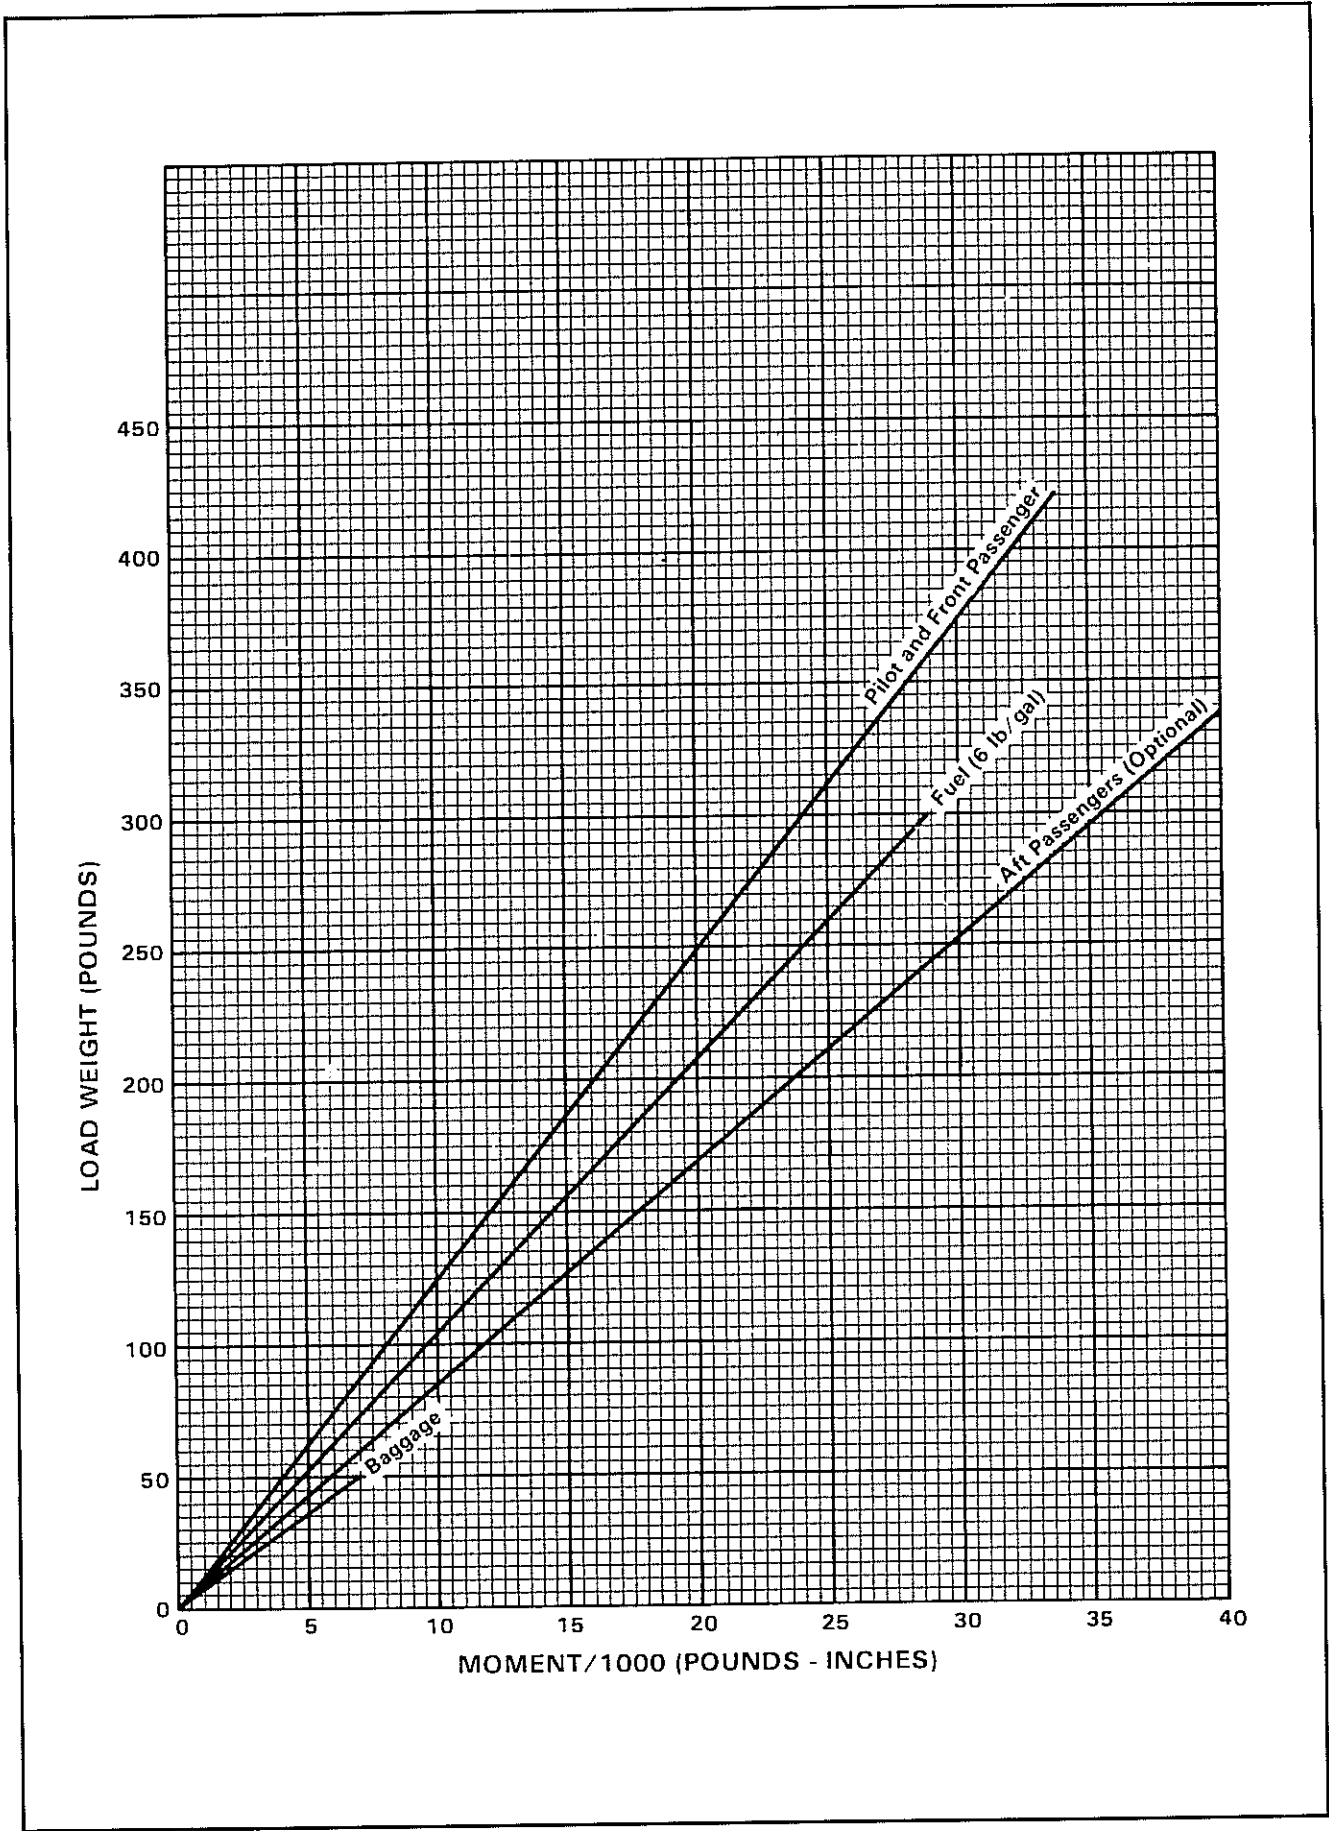

FIGURA 5.1 - IL GRAFICO DI CARICO
* Per verificare che la distribuzione dei pesi a bordo permette al centro di gravità di cadere entro i limiti, con l'aiuto del grafico di figura 5.1 si deve eseguire la somma dei momenti, espressi in lbs. pollice/1000, generati dai pesi delle voci sopra elencate, come di seguito esemplificato.